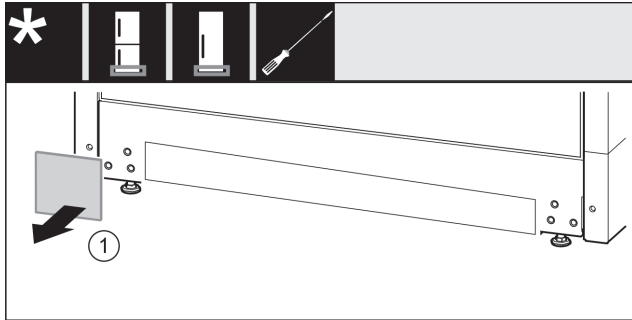

Fig. 35
- Afdekking verwijderen. *Fig. 35 (1)*